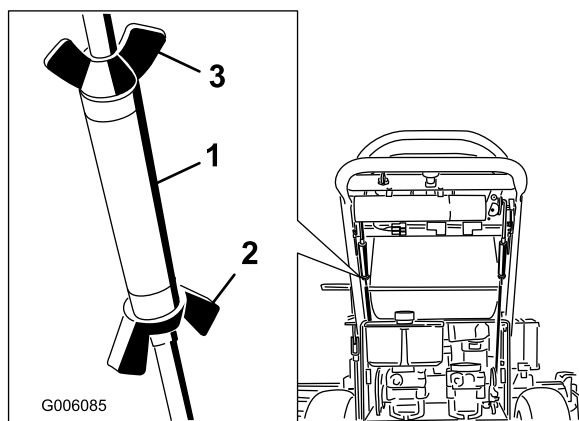

Figura 55
2. Afloje las tuercas de orejeta de la varilla de control derecha, y gire el tensor en un sentido u otro para centrar la palanca de control derecha en la posición de bloqueo/punto muerto. Bloquee el tensor apretando las tuercas de orejeta (Figura 55).
3. Afloje las tuercas de orejeta de la varilla de control izquierda y gire el tensor en un sentido u otro para modificar el avance de la máquina. Bloquee el tensor apretando las tuercas de orejeta (Figura 55).